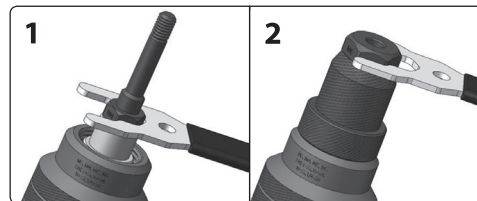

Fig. 3
- 1) Dans l'adaptateur de rivet, vissez dans l'accessoire de rivet avec un écrou, étape 1 et 2 de la figure 3. L'accessoire de rivet est composé de deux parties (l'axe central fileté et un écrou supérieur, cf. fig. 3). La taille de l'adaptateur de rivet doit être sélectionnée en fonction de la taille de l'écrou du rivet. La taille et la longueur de l'écrou du rivet doivent être sélectionnées conformément au diamètre et à la profondeur du trou pré-perforé et au matériau à unir, autrement le matériau à unir peut ne pas être joint correctement. La taille de l'écrou du rivet doit correspondre à la marque sur l'accessoire du rivet selon la forme de la marque, ex. : M5,... Ensuite, serrez l'accessoire du rivet en utilisant la clé fournie (fig. 3, étape 2).